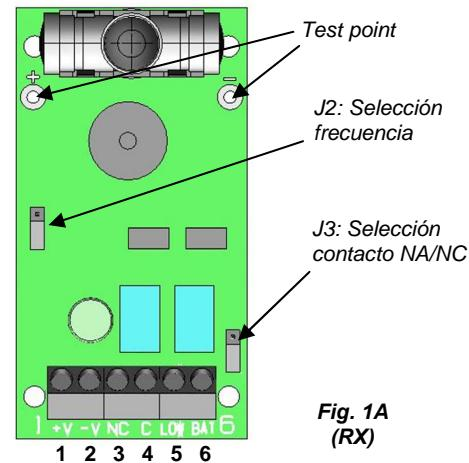

Fig. 1A
- Mida con un voltímetro, establecido para la medición de tensión alterna, el valor presente en los test-points del receptor (Fig. 1A). Este valor varía en función de varios parámetros, como la distancia entre las fotocélulas. Cuanto mayor es la tensión en el test-point, mejor es la alineación. La medida ideal debe estar comprendida entre 0,5 y 0,6 VAC.